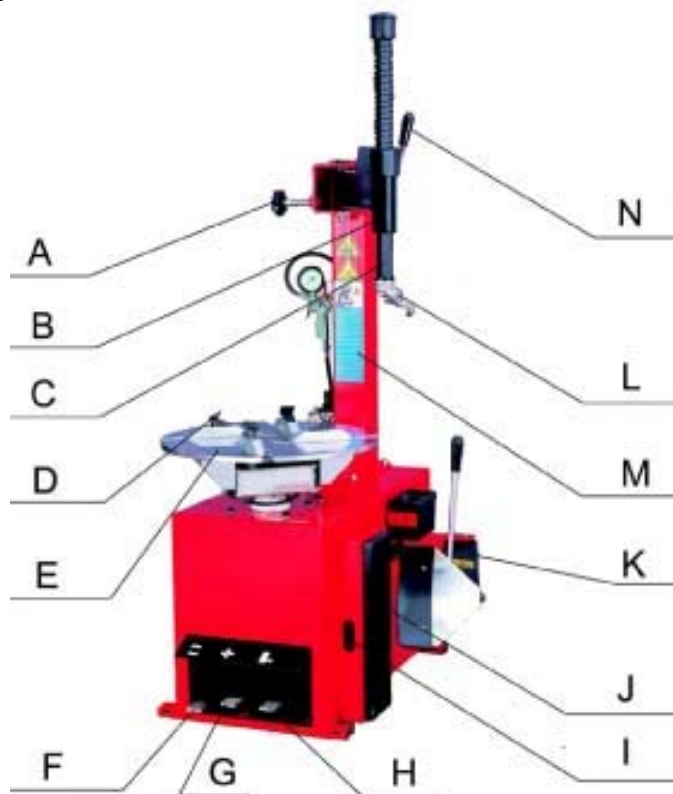
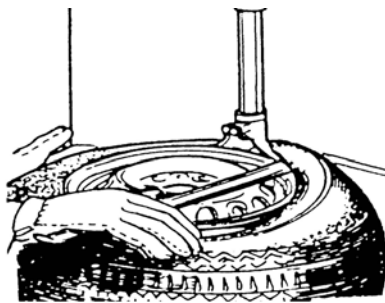

Рис.2
рис.6
1) Подключите стенд к источникам электропитания и подачи воздуха и подождите какое-то время, чтобы давление сжатого воздуха достигло значения 8 Bar. 2) Нажмите педаль вращения стола (3, рис.2). Монтажный стол должен вращаться по часовой стрелке. Поднимите педаль. Стол должен вращаться против часовой стрелки. 3) Нажмите педаль отжима покрышки (1, рис.2) до срабатывания лопаты отжима. При отпускании педали она должна вернуться в исходное положение. 4) Нажмите педаль зажима кулачков (2, рис.2) для разведения кулачков. При повторном нажатии на педаль кулачки сходятся.
1) **ВНИМАНИЕ:** перед выполнением этой операции полностью спустите воздух из шины и уберите с колеса балансировочные грузы. 2) Во избежание повреждения шины и для облегчения процесса намажьте по всей поверхности закраины покрышки смазку. 3) Установите колесо на монтажный стол (4, рис.2). 4) Чтобы закрепить колесо на столе, сделайте следующее (в зависимости от размера колеса): Обод от 10" до 18": Поместите четыре кулачка (5, рис.2) в положение, отмеченное маркировкой на столике, выжимая до половины вниз педаль зажима (2, рис.2). Установите колесо на кулачки и, прижимая обод колеса, выжмите педаль захвата до упора. Убедитесь, что колесо прочно удерживается кулачками. Обод от 12" до 20": Полностью сведите кулачки. Установите колесо на кулачки и нажмите педаль захвата так, чтобы кулачки разошлись. При этом колесо зафиксируется. Убедитесь, что кулачки прочно удерживают колесо. 5) Опустите штангу (7, рис.2), пока монтажная головка (6, рис.2) не окажется рядом с ободом над колесом. При помощи блокировки зафиксируйте положение штанги. 6) Вставьте монтажную лопатку между закраиной покрышки и носиком монтажной головки (рис.6).
- 7) Поднимите закраину покрышки на носик монтажной головки. Для этого вставьте монтажную лопатку между закраиной шины и носиком монтажной головки, затем приподнимите педаль вращения стола (3, рис.2).
- 9) Удерживая монтажную лопатку (14, рис.2) в нужном положении, вращайте стол по часовой стрелке, полностью выжав педаль вращения стола. Продолжайте, пока шина полностью не отделится от обода.
- 3) Зафиксируйте обод колеса при помощи внутренних частей кулачков (5, рис.2).
- 4) **ПРИМЕЧАНИЕ:** если вы работаете с ободами одного и того же размера, нет необходимости постоянно фиксировать и освобождать штангу. Вместо этого сдвиньте в сторону плечо (8, рис.2) с зафиксированной штангой (7, рис.2).